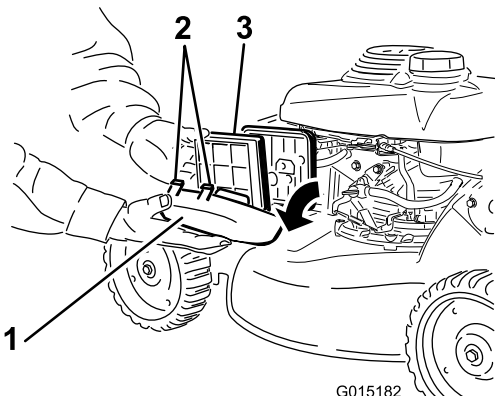

Figura 35
1. Premete verso il basso le linguette di chiusura del coperchio del filtro dell'aria e togliete il coperchio (Figura 35).
2. Rimuovete il filtro (Figura 35).